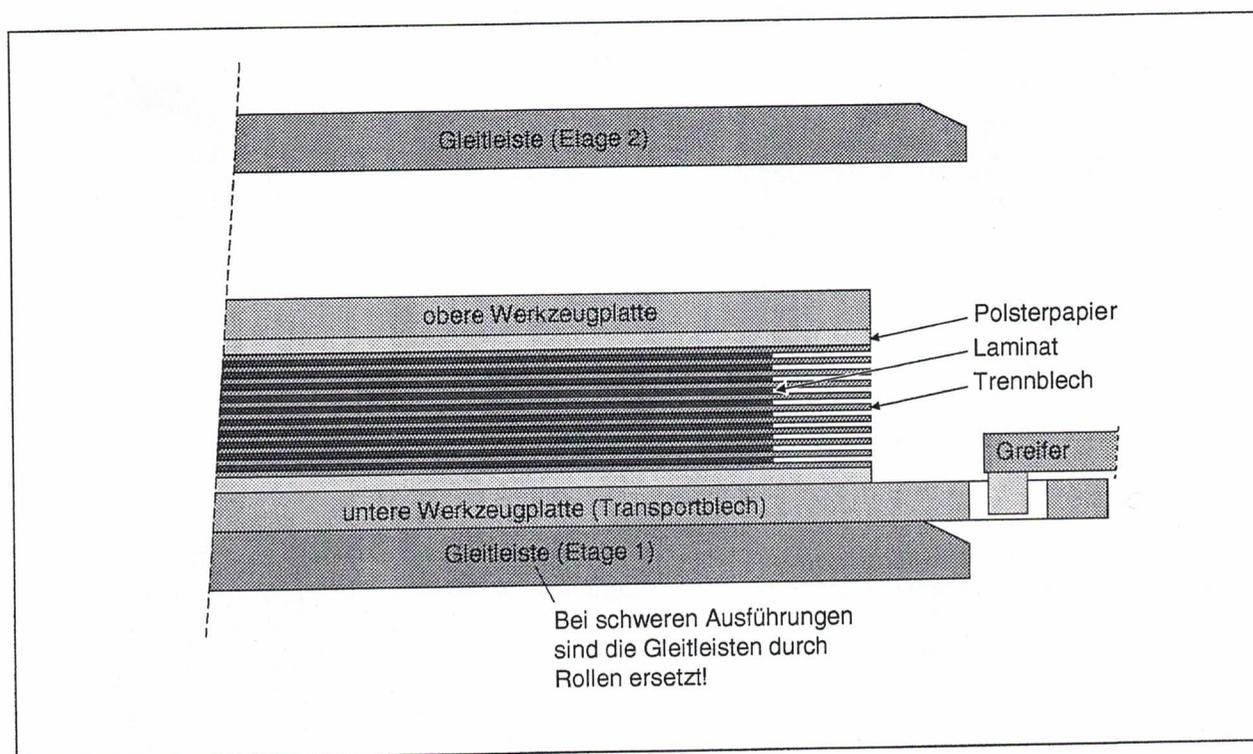

Abbildung 1-1 Typischer Aufbau der Preßpakete: Übersicht
**Konzeption** Der Werkzeugspeicher ist ausgelegt für die Speicherung von Preßpaketen (siehe Abbildung 1-1) innerhalb Multilayer-Pressenanlagen.